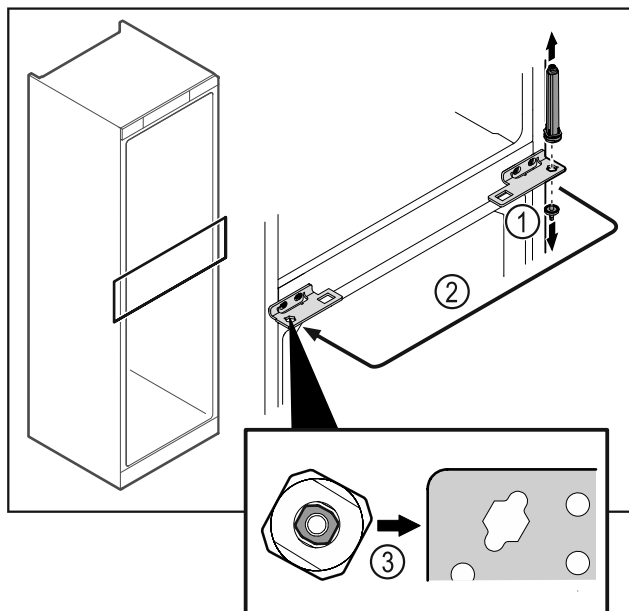

Fig. 49
- ▶ Svitare il perno della cerniera Fig. 49 (1).
- ▶ Spostare il sistema di chiusura della porta Fig. 49 (2).
- ▶ All'atto dell'utilizzo fare attenzione al corretto allineamento del sistema di chiusura della porta Fig. 49 (3).